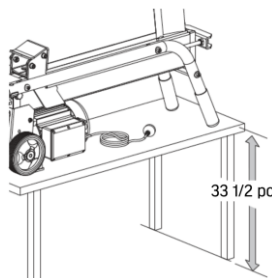

fig. 1
1. Placez la fendeuse de bûches sur un établi (non compris) dont la hauteur est d'au moins 33 1/2 po (fig. 1).